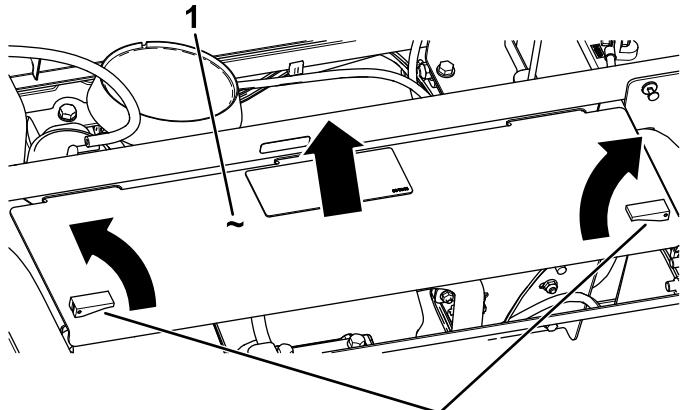

Figura 7
3. Sollevate le leve del pannello di copertura e rimuovete il pannello per accedere all'apertura per l'allarme nel pannello del telaio posteriore (Figura 7).